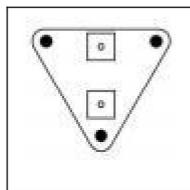

Abb.1.
- 1). Verwenden Sie Wandpaneele (3), um die gewünschte Position der Ventilatoren einzustellen. Markiere drei Befestigungslöcher: Bohren Sie drei Löcher in die markierten Stellen. Stellen Sie sicher, dass Ihre Der Montagebereich ist strukturell einwandfrei und frei von Hindernissen. Siehe (Abb.1.)